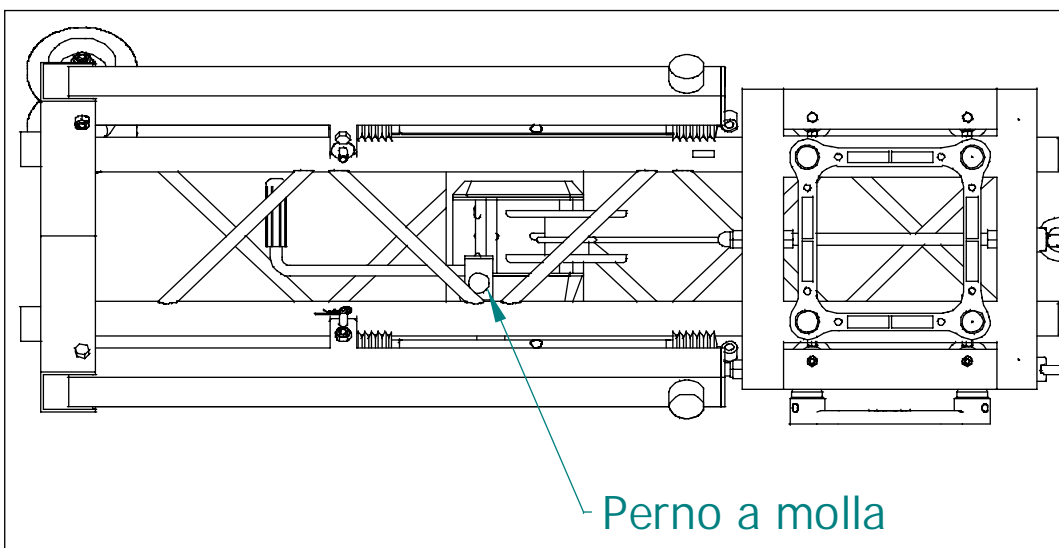
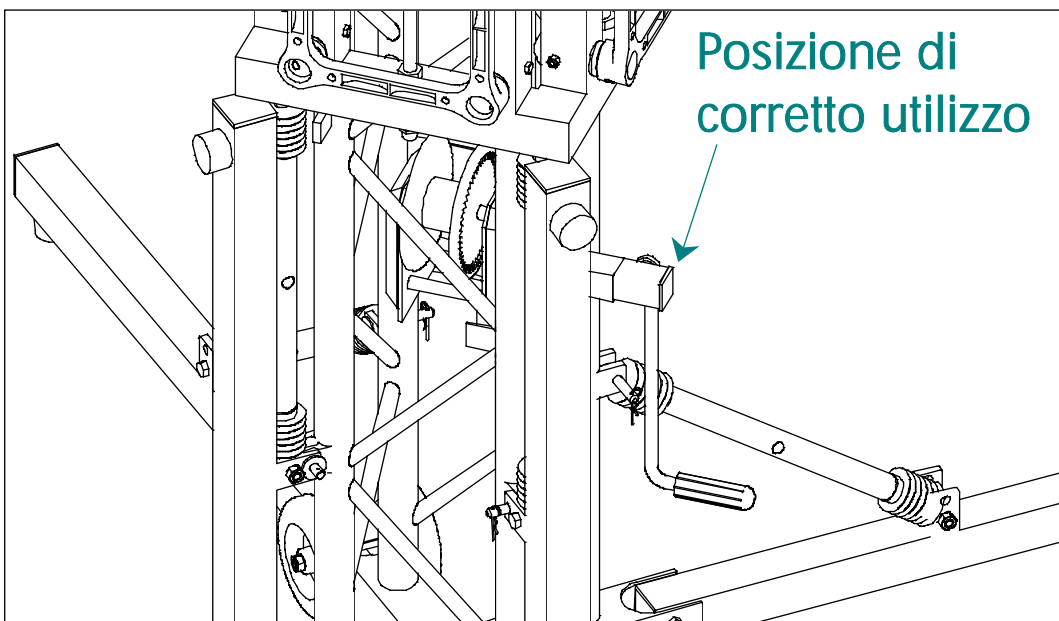

Fig. 8
Fig. 9
7. la Towerlift viene fornita, per ragioni di trasporto, con la manovella del verricello posta nella posizione indicata da fig. 8 per cui bisogna procedere al suo montaggio in posizione corretta; la manovella è dotata di un perno a molla sul quale si dovrà agire per toglierla dalla posizione iniziale (fig. 8) e per fissarla nella posizione di corretto utilizzo (fig. 9).